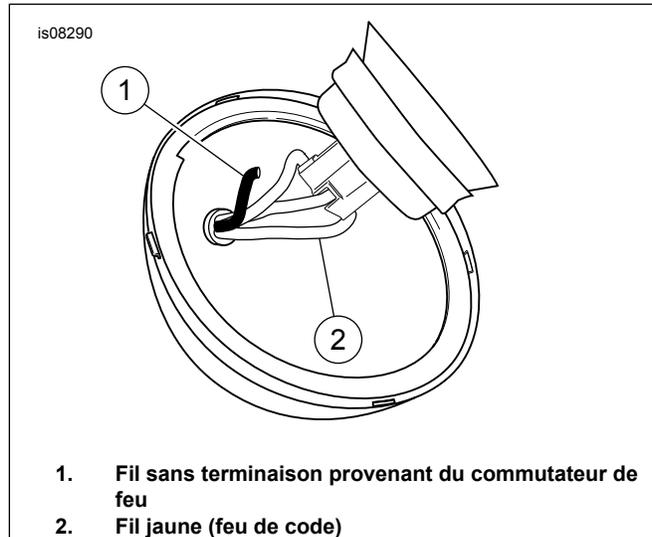

Figure 8. Épissage le fil sans terminaison du commutateur sur le fil jaune du phare (code)
18. Voir Figure 8. Acheminer le fil sans terminaison (1) du commutateur par l'œillet dans le boîtier du phare. L'épisser sur le fil jaune (feu de code) (2) en utilisant le connecteur électrique Scotchlok® (élément 14) du kit.